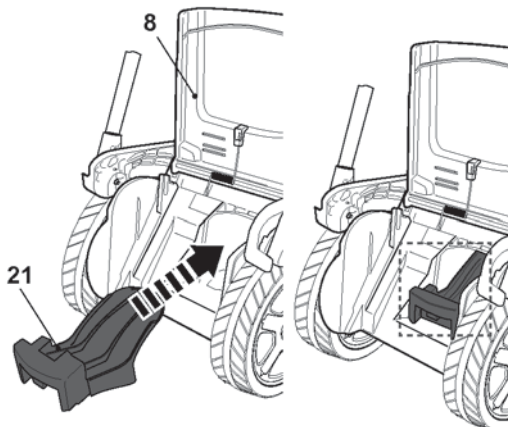

Fig.23
- > Insérez l'insert de broyage [21] dans la goulotte d'éjection arrière [22] (Fig.23). Assurez-vous que le bouton de déverrouillage [21a] s'enclenche en place.